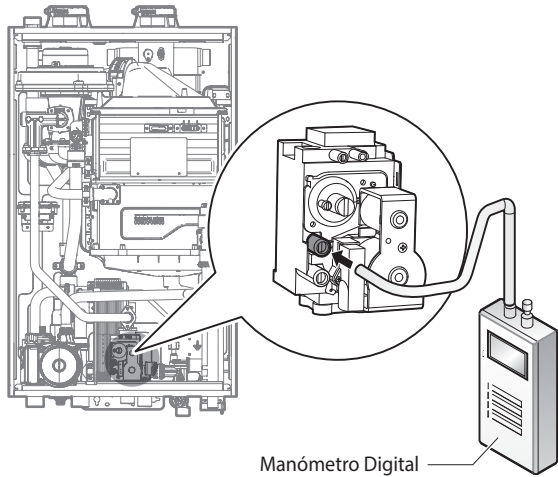

Figura 9. Conecte el Manómetro Digital
- a. Abra el orificio de presión de desviación, para hacerlo suelte el tornillo dos vueltas, como se muestra en la Figura 9.